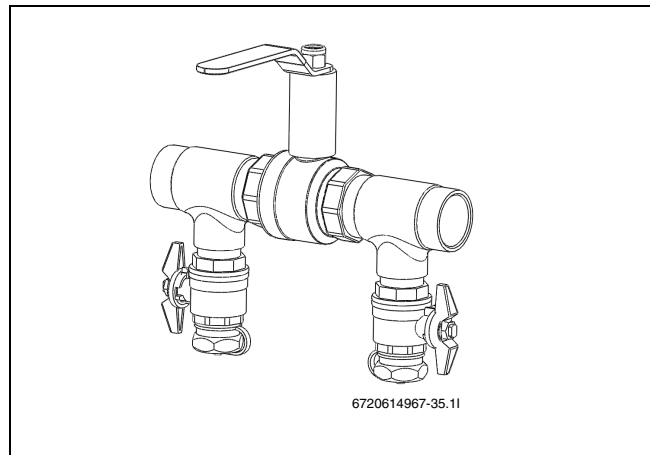

Рис. 14 Узел заполнения в положении для заполнения
- Установите краны на узле заполнения в положение для заполнения ( $\rightarrow$  рис. 14).